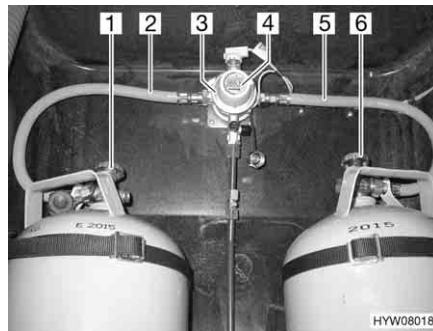
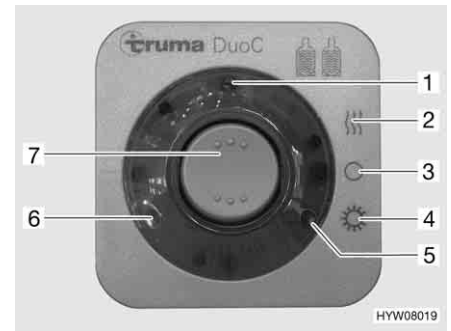

Bild 130 DuoControl-omkopplingsenhet
Bild 131 Kontrollenhet
DuoControl-omkopplingsenheten består av en omkopplingsventil (Bild 130,3) och en kontrollenhet (Bild 131). Omkopplingsventilen är monterad mellan gas slangarna (Bild 130,2 och 5). Med vredet (Bild 130,4) på omkopplingsventilen ställer du in vilken gasflaska som ska användas som driftflaska och vilken som ska användas som reservflaska.
Omkopplingsventilen värms upp av en avfrostningsanläggning för regulatorer (Eis-Ex). På detta sätt undviks störningar på gasanläggningen under vintern. Med kontrollenheten (Bild 131) kan endast de elektriska funktionerna styras. Gasflaskornas huvudavstängningsventiler (Bild 130,1 och 6) måste öppnas för hand.
Omkopplingsventilen sørjer för ett konstant gastryck, oberoende vilken gasflaska som används. De två kontrolllamporna på kontrollenheten visar nivån i driftflaskan. När den gröna kontrolllampan lyser (Bild 131,6) är driftflaskan full. När den röda kontrolllampan lyser (Bild 131,5) är driftflaskan tom. Gasförsörjningen sker då med reservflaskan.
- Öppna huvudavstängningsventilerna på gasflaskorna (Bild 130,1 och 6).
- Med vredet (Bild 130,4) på omkopplingsventilen (Bild 130,3) väljs gasflaskan, som ska prioriteras (driftflaska).
- Slå på DuoControl-omkopplingsenheten på kontrollenheten (Bild 131).
Ställ för detta vippkontakten (Bild 131,7) på vinterdrift "på och uppvärmning" (Bild 131,2) eller på sommar drift "till" (Bild 131,4). Omkopplingsventilen är nu avluftad. Den gula kontrollampen (Bild 131,1) lyser, när vinterdrift väljs och avfrostningsanläggningen för regulatorer är påslagen.
- Ställ vippkontakten (Bild 131,7) i läge "O" (Bild 131,3). Den gula kontrollampen (Bild 131,1) slocknar.
- Stäng huvudavstängningsventilerna på gasflaskorna (Bild 130,1 och 6).
Kontrolllamporna på kontrollenheten (Bild 131,5 och 6) signalerar inne i fordonet, om driftflaskan är driftklar.
Ifall den gröna kontrollampen (Bild 131,6) slocknar under drift och den röda kontrollampen (Bild 131,5) lyser upp, är gasflaskan som har valts som driftflaska tom och måste bytas ut. Gasförbrukarna försörjs med gas från reservflaskan.